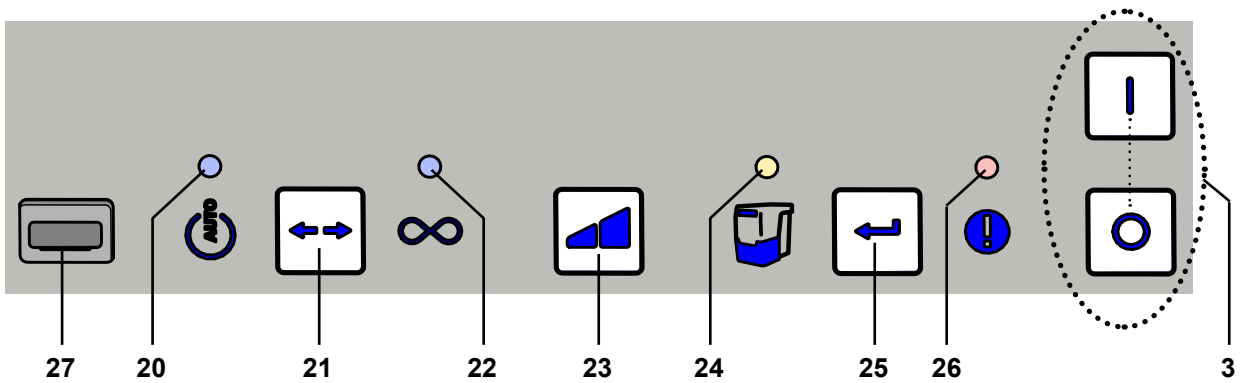

图 2
- ⇒ 按开关关掉机器 (3, 图 2)。
吸尘机是由控制面板上的按键控制的（图2）。